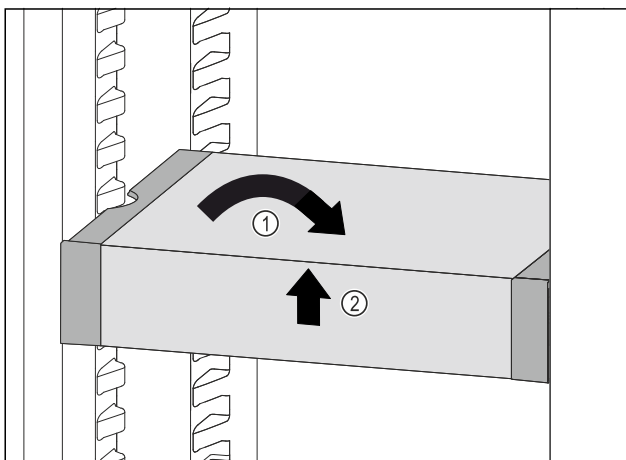

Fig. 75
- ▶ Вирівняти VarioSafe. Fig. 75 (1)
- ▶ Підняти VarioSafe спереду. Fig. 75 (2)